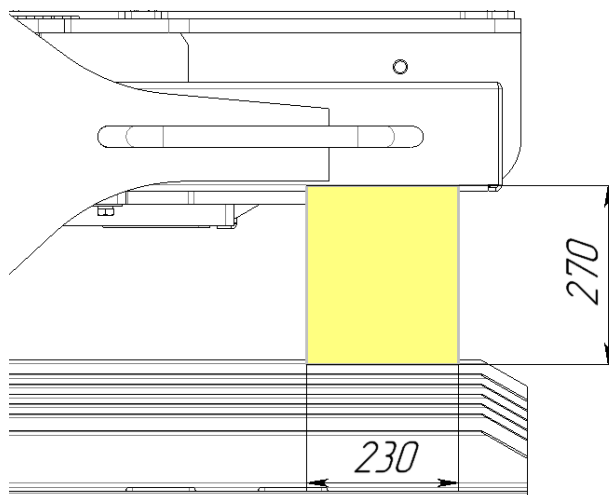

Рисунок 3.152. Рекомендованное расположение бруса под левой консолью
► Между левой консолью портала и гусеницей расположите деревянный брус размером 270х230 мм, см. рис.3.152. Необходимо обеспечить надежную фиксацию бруса от перемещений.